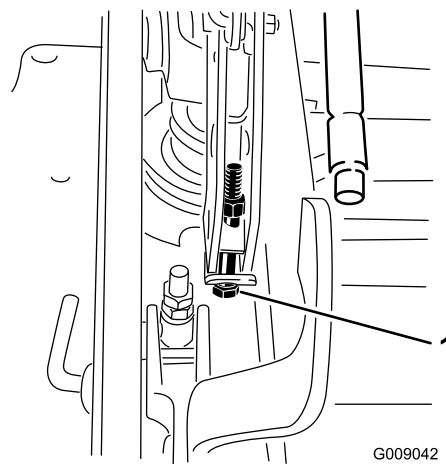

**Figura 88**
11. Para ajustar el sistema de ajuste de un solo punto, afloje los dos pernos situados cerca del borde inferior de la pletina de altura de corte. Consulte Figura 88.
- Apriete los dos pernos situados cerca del borde inferior de la pletina de altura de corte (Figura 88). Apriete a 37-45 N m.